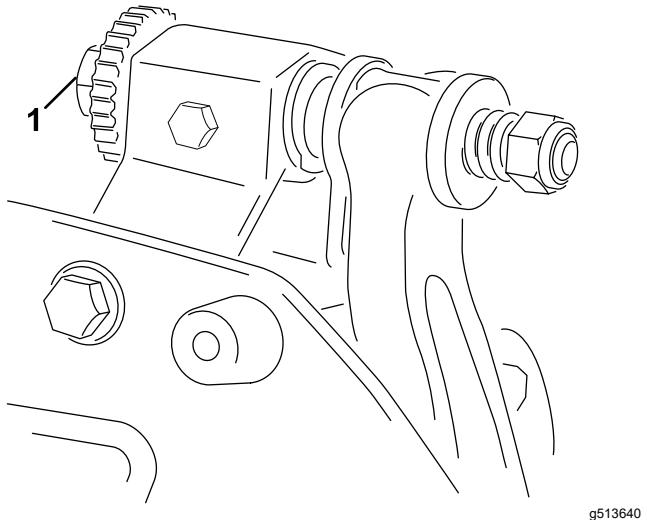

Figura 6
- Gire los tornillos de ajuste de la barra de asiento en sentido horario (Figura 6), un clic a la vez, hasta que note y oiga un contacto ligero.
- Gire el perno de ajuste derecho de la barra de asiento (Figura 6) hasta que note una ligera presión en el suplemento al moverlo de un lado a otro. Retire el suplemento.